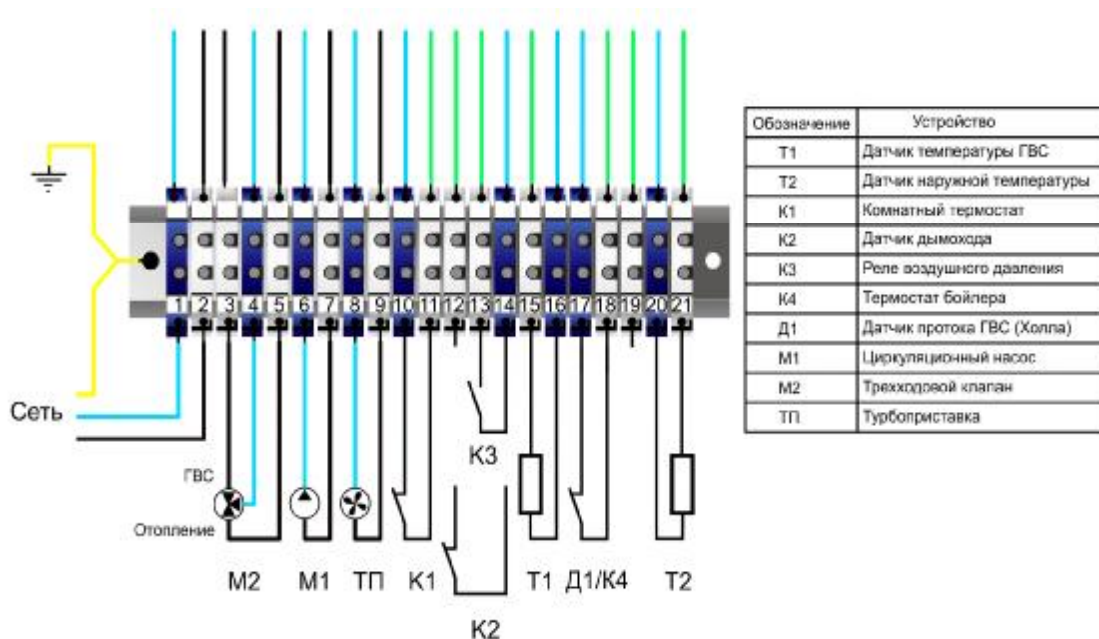

Рис. 7. Схема подключений внешних цепей котла
- Выполнить подключение дополнительных внешних приборов согласно схеме рис.7 (если они были заказаны для имеющегося исполнения котла или предусмотрены проектом).
- произвести подключение питающей сети к клемной колодке, как указано на рис.7.
- произвести подключение циркуляционного насоса к контактам клемной колодки (M1), как указано на рис. 7, протянув кабель через отверстие в задней стенке котла;
- произвести подключение комнатного термостата (программируемого комнатного термостата) К1, в соответствии с инструкцией по его эксплуатации, как указано на рис.7, протянув кабель через отверстие в задней стенке котла;